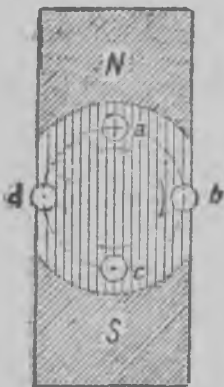

Рис. 124.
79. Переменной напряжениан суамине. Лийккукках магнитнойс поляс проводникка, кудаман пийт он үхтүтөттү гальванометран ке. Проводникан положениат обозначайчемма *a*, *b*, *c*, *d* круугазил (рис. 124). Кружказиэн луо олия стрелка озуттау направлениян, кудама тәх айгах сийрдуу магнитнойс поляс проводникка. Проводникка положениас *a*, лийккуу магнитнойс поляс пийкки силоволойн линейн, лейккоу нийлөй, минтәх проводникках роых токка, ми маткуау меис иярех пий, ми озутетах пийкки лейккуаил круугах азететтулойл черточкойл.